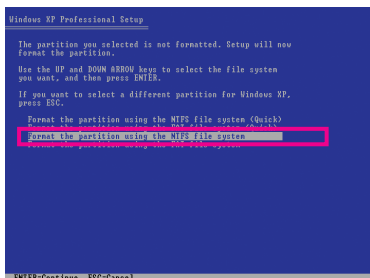

図 3
3. ファイルシステムを選択し(例えば、NTFS)、オペレーティングシステムのインストールを開始します(図3)。